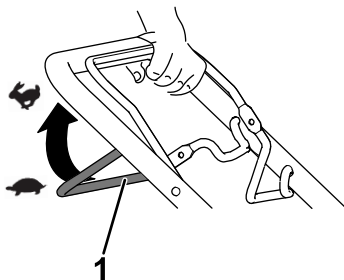

Figure 12
- Pour engager l'autopropulsion : serrez et maintenez la barre d'autopropulsion contre le guidon (Figure 12).